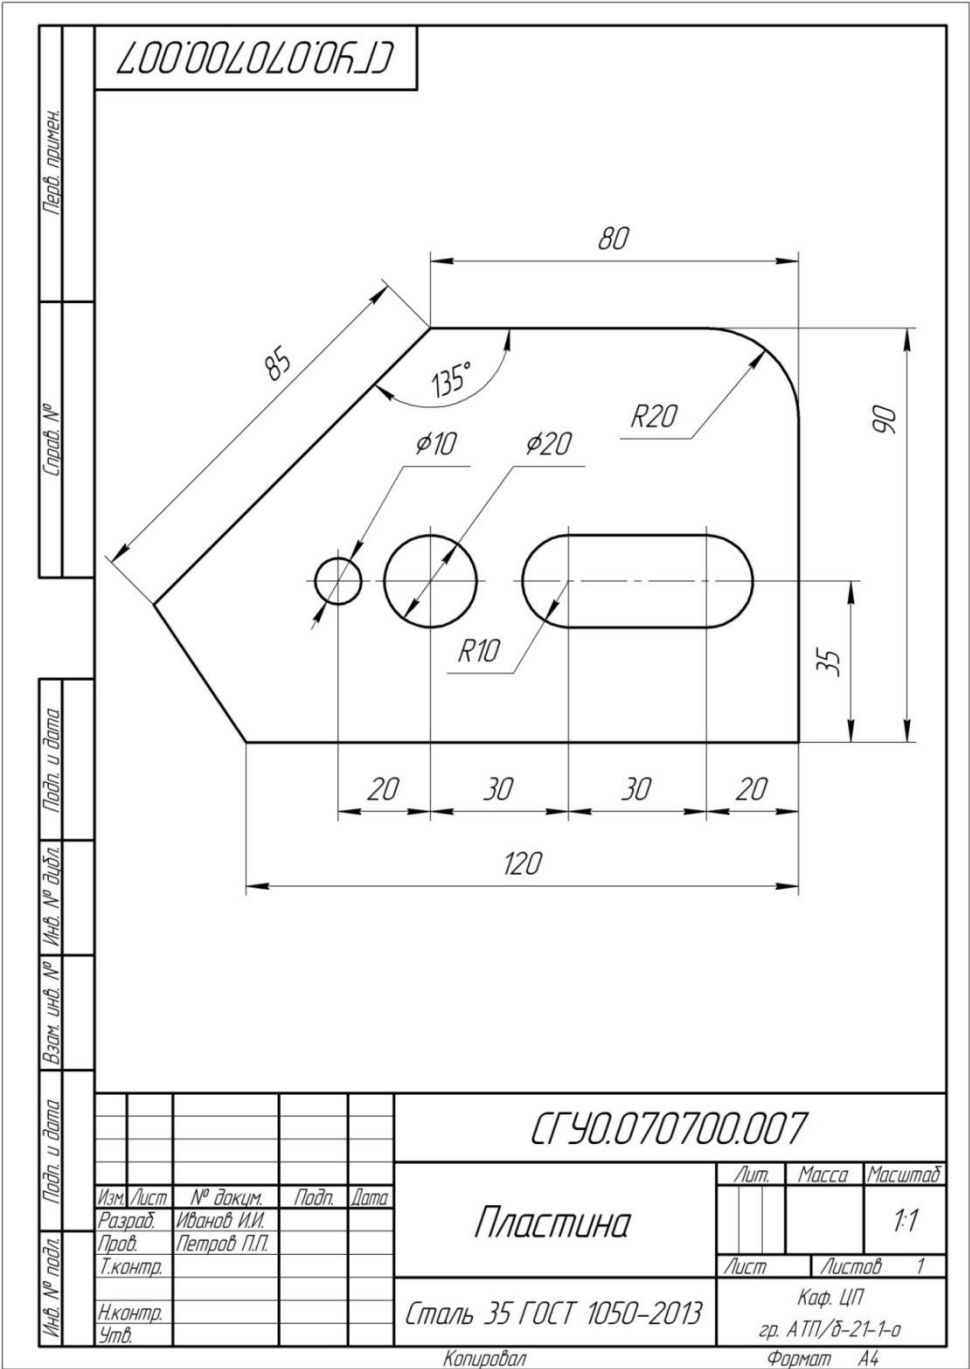

Рис. 69 – Чертеж пластины
Выполните по размерам чертеж пластины, представленной на рис. 69;
5. Командой **Круг** проведите окружности соответствующих диаметров (рис. 69).
На выполненном в упражнении 1 чертеже пластины нанесите размеры, как это указано на рис. 69.